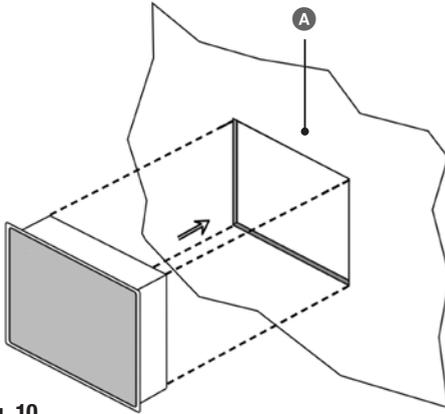

Fig. 10
1. Schneiden Sie eine Montageöffnung (siehe **Fig. 10**) in die Schaltschranktür oder in die Schalttafel.